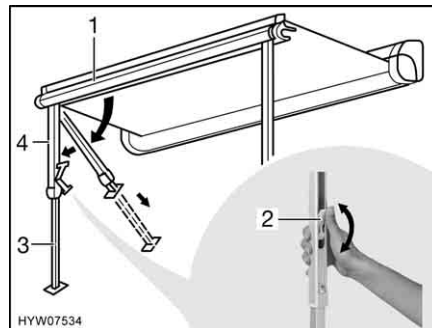

Fig. 20 Installazione dei montanti di supporto
- Rimuovere i montanti di supporto (Fig. 20,4) dal listello anteriore (Fig. 20,1) esercitando una leggera pressione verso l'esterno, quindi ribaltarli e collocarli.
- Aprire il bloccaggio sui montanti di supporto. A tal fine ripiegare la leva di serraggio (Fig. 20,2) verso l'alto.
- Estrarre la parte inferiore dei montanti di supporto (Fig. 20,3) fino alla lunghezza desiderata.
- Chiudere il bloccaggio presente sui montanti di supporto. A tale scopo, spingere la leva di serraggio (Fig. 20,2) verso l'alto.